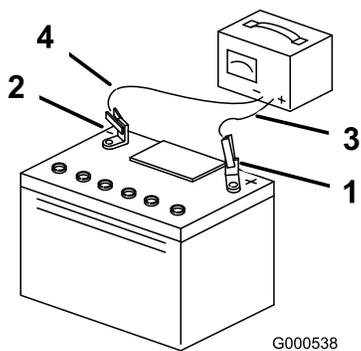

Рисунок 42
3. После полной зарядки аккумулятора отсоедините зарядное устройство от электророзетки и штырей аккумулятора (Рисунок 42).